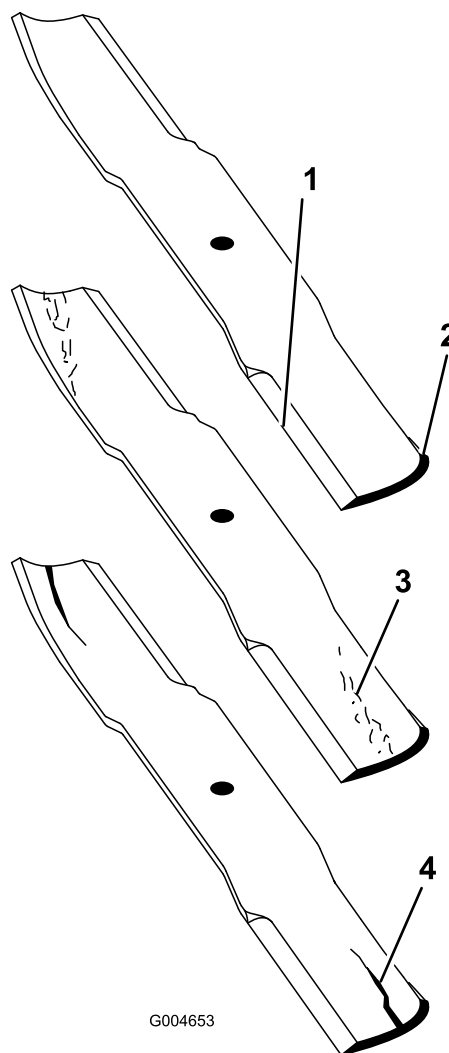

Figura 19
1. Inspeccione los filos de corte (Figura 19). Si los bordes no están afilados o tienen muescas, retire las cuchillas y afílelas. Consulte Afilado de las cuchillas.
2. Inspeccione las cuchillas, especialmente la parte de la vela (Figura 19). Si observa daños, desgaste o la formación de una ranura en esta zona (Figura 19), instale inmediatamente una cuchilla nueva.